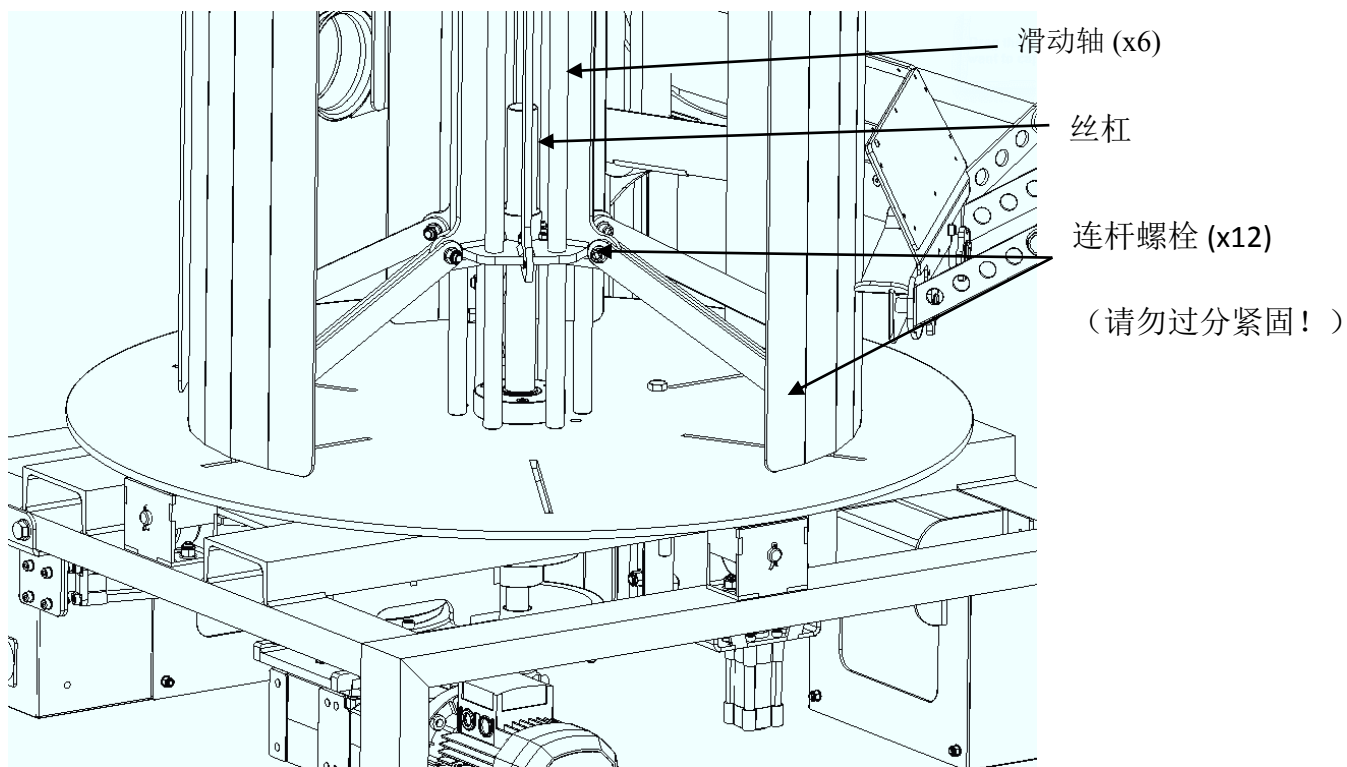

图 26: 滑杆、连杆螺栓和丝杠
- 对于位于心轴中部的涡卷轴（请参阅图 26：滑杆、连杆螺栓和丝杠），应当大约每隔 6 个月使用含二硫化钼的润滑脂进行润滑。
- 对于滑动轴（请参阅图 26：滑杆、连杆螺栓和丝杠），应当使用润滑脂进行润滑。